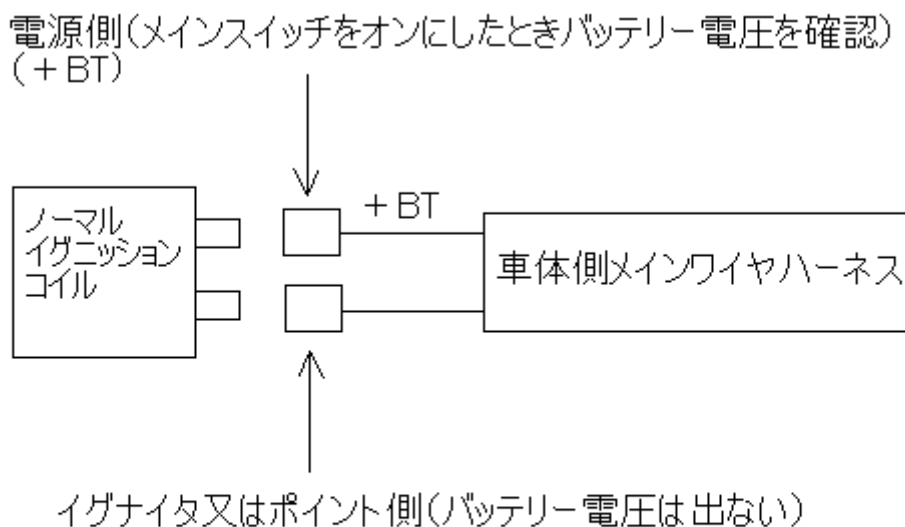

図1 電源側の確認
- ① ノーマルイグニッションコイルを取り外して下さい。取り外した後、車体側の配線端子で電源側、イグナイタ側をテスターで確認して下さい(図1参照)
- ② SPⅡパワーコイルとプラグコードを7、8ページ「プラグコードコネクタ装着方法」に従って接続して下さい。コード／キャップは、高電圧によるリーク防止の為、新品又は同様品を使用して下さい。
- ③ SPⅡパワーアンプの位置を設定し両面接着シートで固定して下さい。アンプは熱を発生しますので風通しに十分注意してください。
- 9、SP II ワイヤハーネスの各コネクタを接続する。(各写真及び図1 配線図参照)